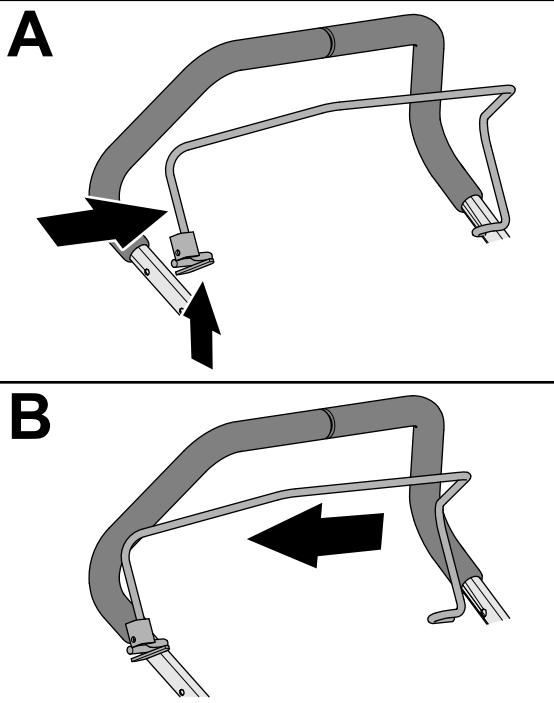

图 10
2. 挤压操作员到位把手的支脚直到可以从上部手把上卸下接头并从机器上卸下把手 图 10。